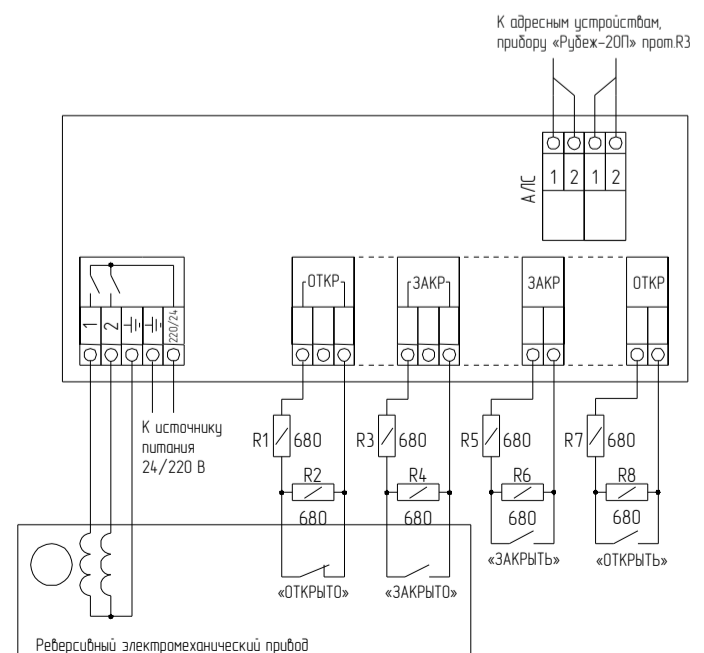

Рисунок 2 (заслонка клапана в положении «Открыто»)
- Реверсивный привод (Рисунок 2)